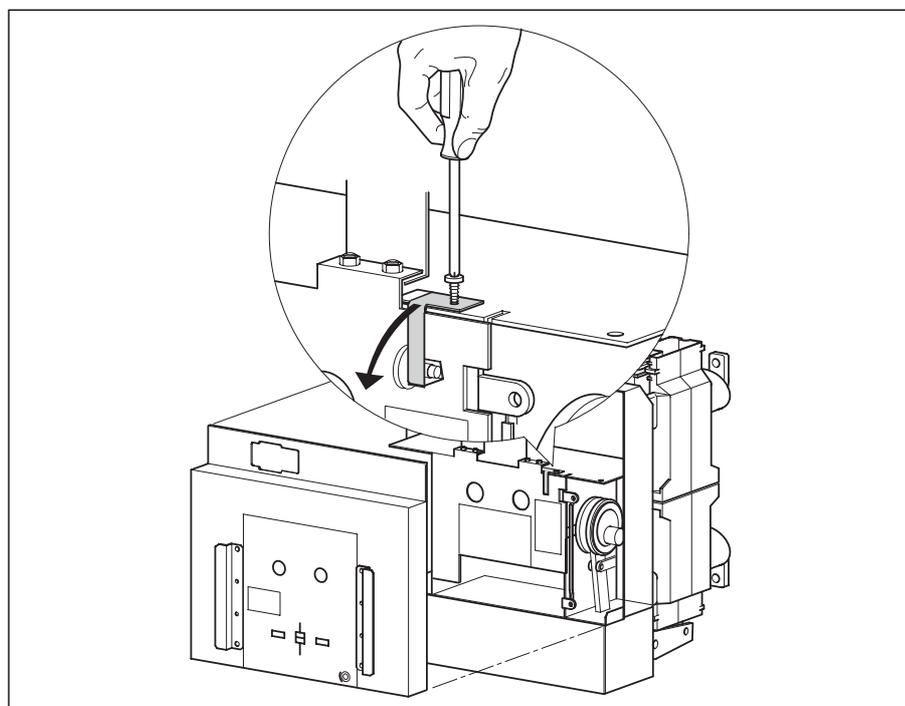
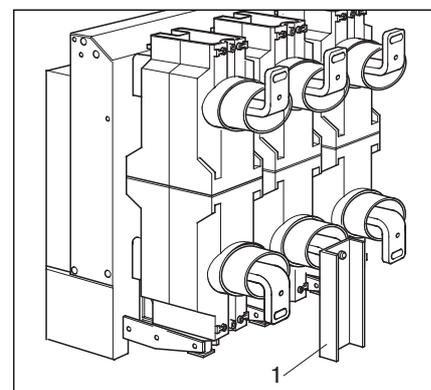

Рис. 6
Рис. 7
Силовой выключатель снабжен транспортным предохранительным элементом (рис. 6). Исполнение для жесткого монтажа дополнительно предохранено от опрокидывания транспортной опорой на среднем полюсе коммутационного аппарата (рис. 7).
Отвинтить транспортную опору (шина швеллерного профиля на среднем полюсе коммутационного аппарата) при монтаже (рис. 7, 1).
2. Удалить транспортный предохранительный элемент (красный), ослабив самонарезающий винт M5 ключом TORX размером № T25 (рис. 6).